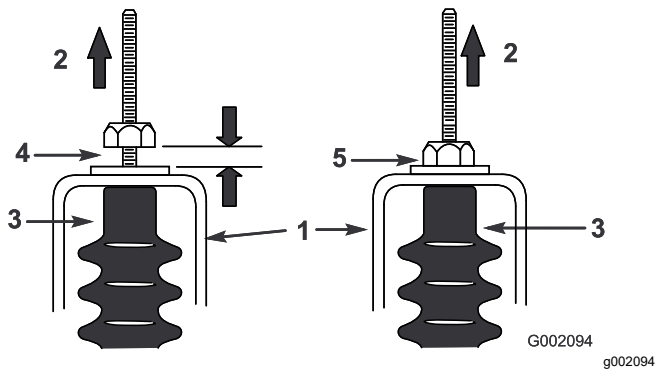

Figura 59
5. Tire hacia arriba de cada cable de cambio y asegúrese de que hay una distancia de 0.76 mm – 1.52 mm (0.03" – 0.06") entre la tuerca/arandela y la pletina de punto muerto (Figura 59).